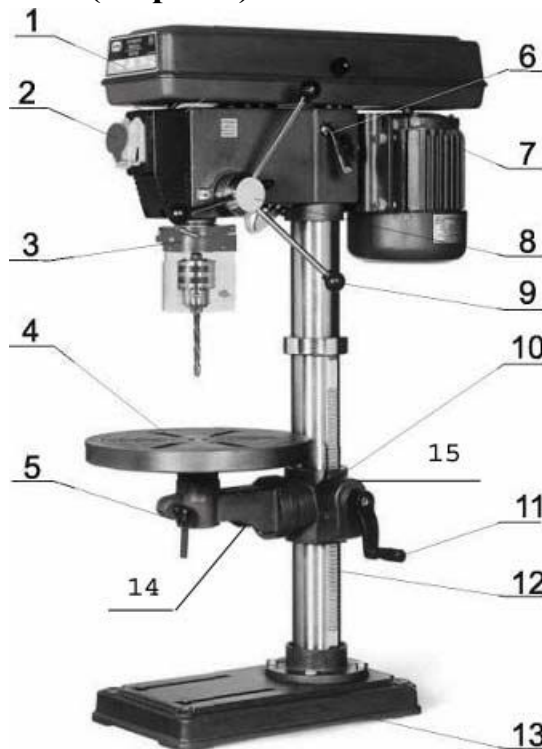

Рисунок 3.
3.3 Основные узлы и детали оборудования. (см рис.3)